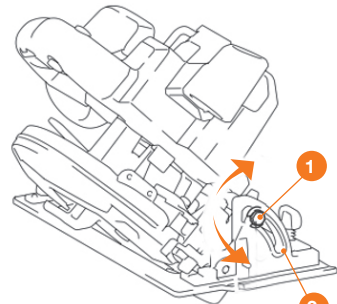

Рис. 5
- Ослабьте фиксатор угла наклона **1** (Рис. 5).